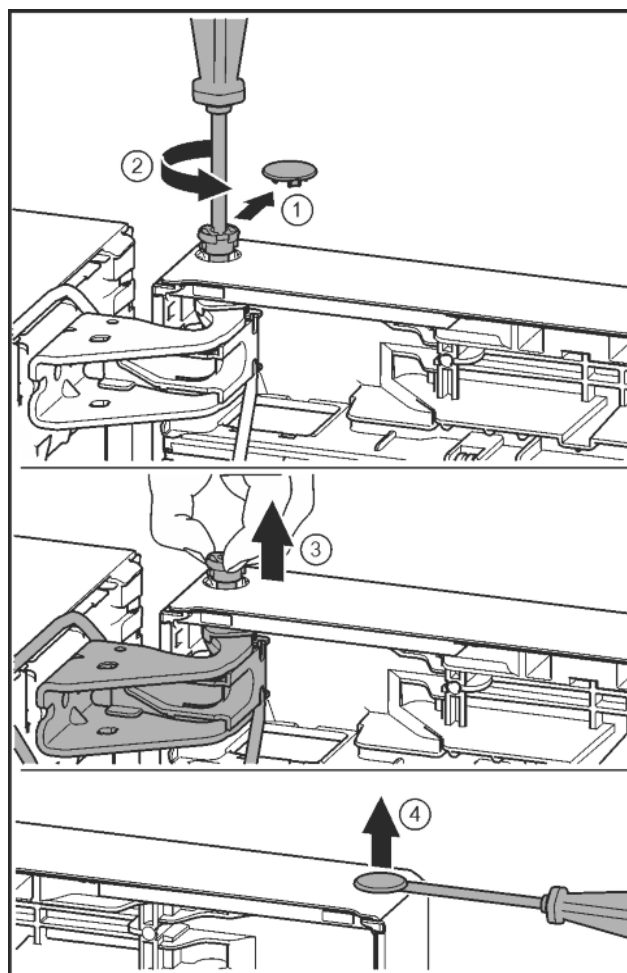

Fig. 21
- ▶ Ostrożnie zdjąć osłonę zabezpieczającą. Fig. 21 (1)
- ▶ Sworzeń wykręcić nieco przy pomocy śrubokręta T15. Fig. 21 (2)
- ▶ Przytrzymać drzwi i wyjąć sworzeń palcami. Fig. 21 (3)
- ▶ Zatyczkę ostrożnie podważyć przy pomocy śrubokręta i wyjąć z tulei łożyskowej drzwi. *Fig. 21 (4)*